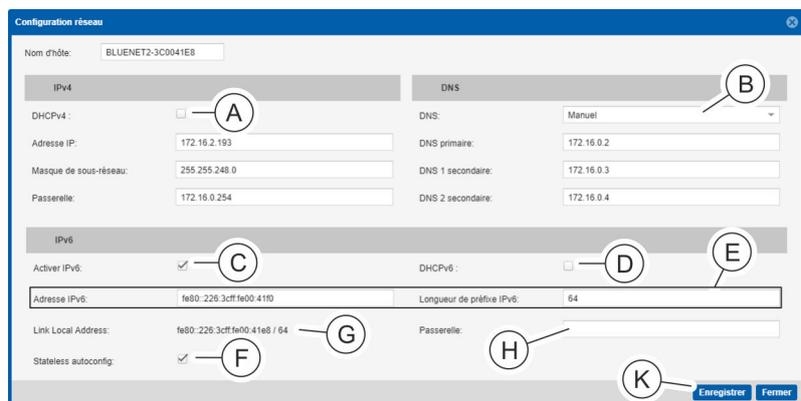

Fig. 136 : Fenêtre « Configuration réseau »
2. Dans la fenêtre « Configuration réseau », section « IPv4 », cocher la case « DHCPv4 » (Fig. 136 /A).
Sélectionner le paramètre « Privilégier DHCPv4 » ou « Privilégier DHCPv6 » dans la section « DNS » (Fig. 136 /B).
4. Cocher si nécessaire la case « Activer IPv6 » (Fig. 136 /C) dans la section « IPv6 ». Quand « IPv6 » est activé, une « Link Local Address » (Fig. 136 /G) est automatiquement attribuée au PDU.
5. Quand la case « Activer IPv6 » est cochée, cocher si nécessaire la case « DHCPv6 » (Fig. 136 /D).
Il est également possible de ne pas cocher la case « DHCPv6 » et de saisir manuellement l'adresse IPv6 et la longueur de préfixe IPv6 (Fig. 136 /E).
6. Le cas échéant, saisir une passerelle dans la section « IPv6 » (Fig. 136 /H).
7. Le cas échéant, cocher la case « Stateless autoconfig » dans la section « IPv6 » (Fig. 136 /F).
8. Appuyer sur le bouton « Enregistrer » (Fig. 136 /K) pour confirmer la saisie.